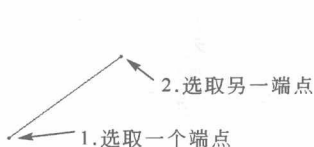

图 2-6 直线段的绘制
(1) **绘制直线段** 点击按钮 , 用鼠标左键选取直线起点和终点, 单击鼠标中键结束直线的绘制。如图 2-6 所示。